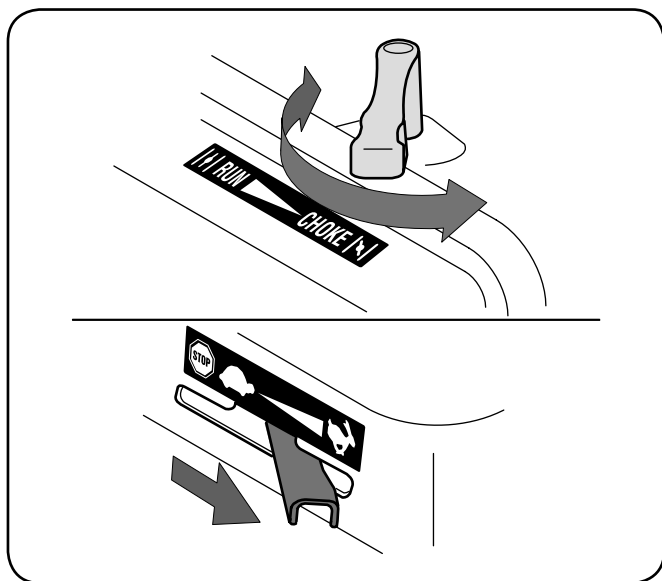

Рис. 5-1
3. При наличии системы холодного запуска переведите ее рукоятку в положение «СНОКЕ» [Обогатитель]. См. рис. 5-1. Если измельчитель оборудован насосом подкачки, подкачайте топливо в двигатель согласно указаниям руководства по эксплуатации. **ПРИМЕЧАНИЕ.** При запуске теплого двигателя обогащение и подкачка могут не потребоваться.
4. При наличии рукоятки управления дроссельной заслонкой переведите ее в положение «FAST». См. рис. 5-1.